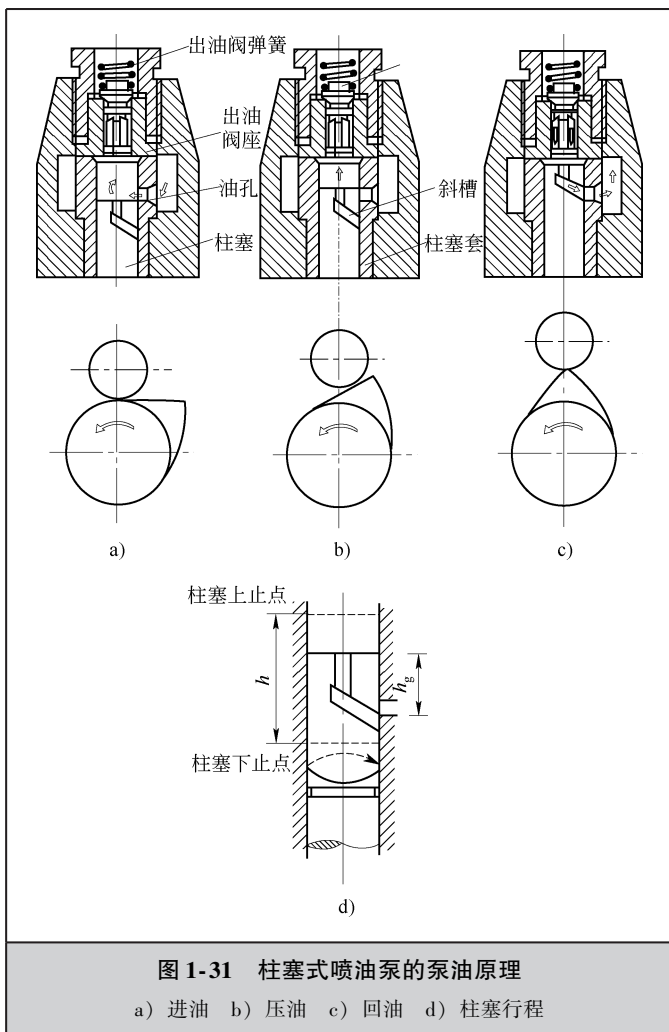

图 1-31 柱塞式喷油泵的泵油原理
(4) 柱塞式喷油泵的泵油原理 如图 1-31 所示，当柱塞自上止点下移时，其上方泵腔容积增大，产生真空度，当柱塞上端面低于柱塞套上进油孔上缘时，燃油自低压油腔经油孔被吸入并充满泵腔和柱塞头部凹穴部分，直至下止点，完成进油过程。